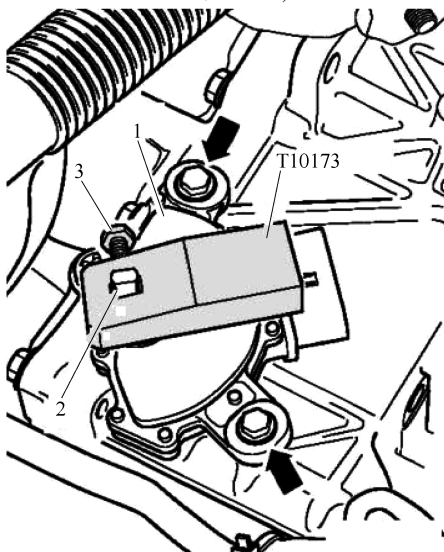

图 9-3-3 调整多功能开关
3) 拆下换挡轴拨杆, 并将定位块插到换挡轴 2 上; 转动多功能开关 1, 直到定位块卡止在多功能开关插头的凸缘上; 同时将定位块用螺栓 3 固定在换挡轴 2 上, 如图 9-3-3 所示。